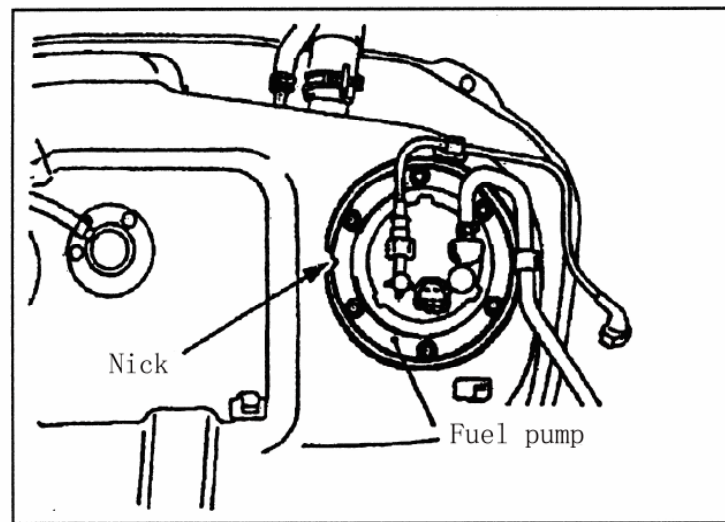

Fig. 6-2
1) FUEL PUMP INSTALLATION (see Fig. 6-2)